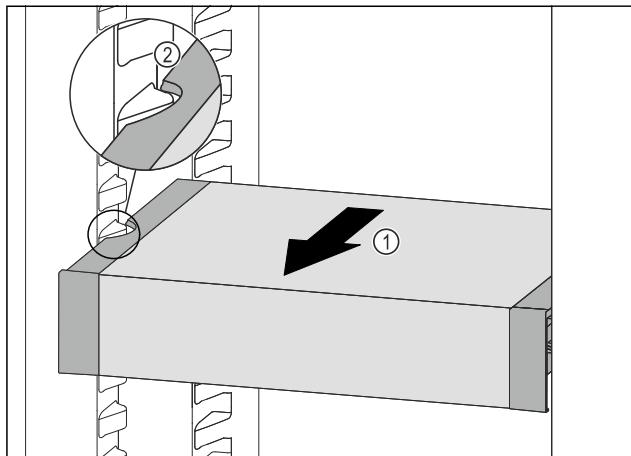

Fig. 115
- Изтеглете VarioSafe напред Fig. 115 (1), докато страничните прорези на VarioSafe се намират на височината на реброто на съда в хладилната част. Fig. 115 (2)